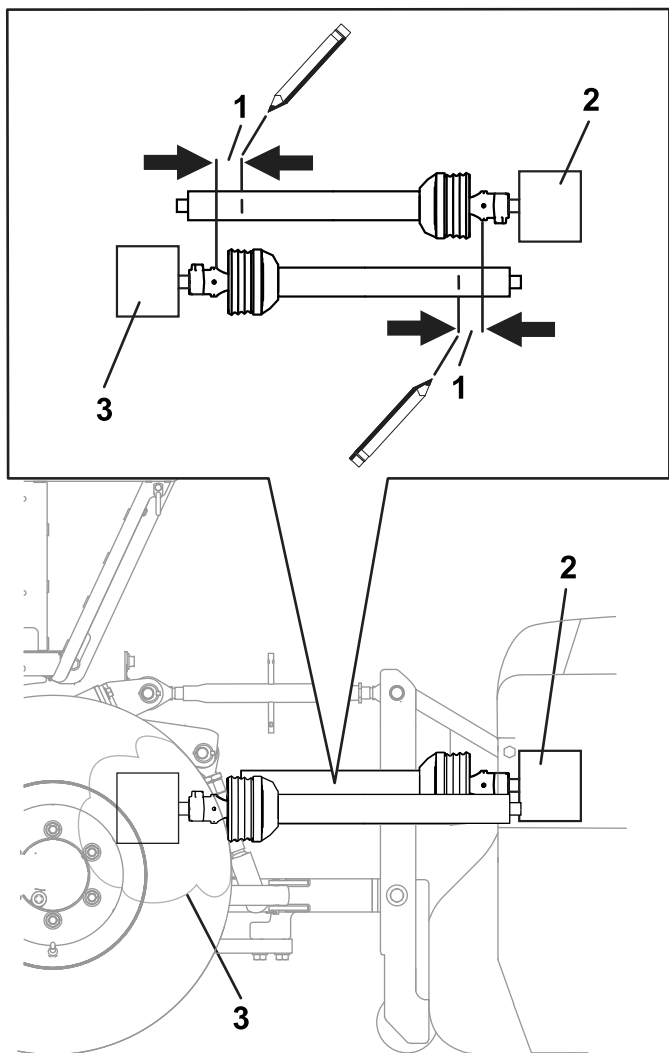

Figura 12
- Retire y corte cada sección en la marca (Figura 12).